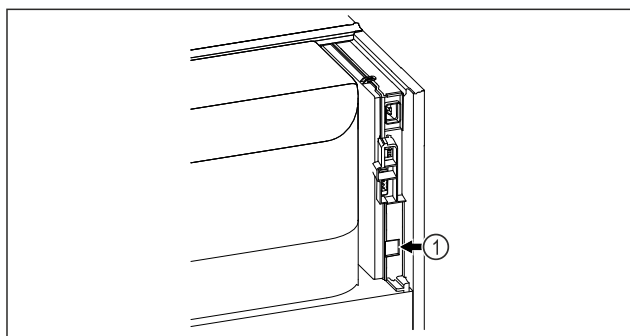

Fig. 83
- ❑ Le SmartModule Fig. 83 (1) est installé.